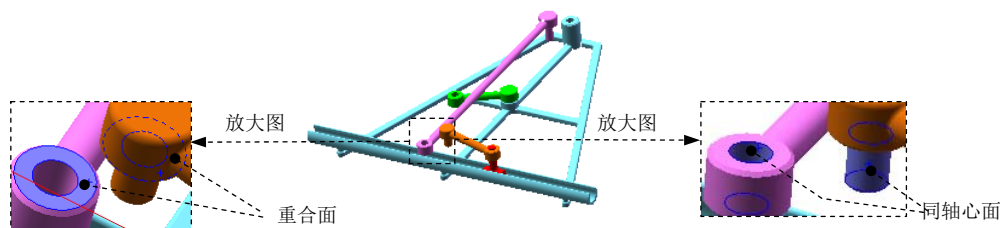
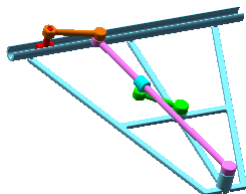

图 9.10.13 定义配合
图 9.10.14 添加滑块零件
④ 添加“同轴心”配合。单击 **标准配合(A)** 区域中的 按钮，选取图 9.10.13 所示的两个面为同轴心面，再选择“配合对齐”的“同向对齐”按钮 ，单击对话框中的 按钮。
⑤ 添加“重合”配合。单击 **标准配合(A)** 区域中的 按钮，选取图 9.10.13 所示的两个面为重合面，单击快捷工具条中的 按钮。
⑥ 单击“配合”对话框中的 按钮，完成零件的定位。
Step7. 添加图 9.10.14 所示的滑块并定位。选择下拉菜单 **插入(I)** → **零部件(Q)** → **现有零件/装配体(E)...** 命令，系统弹出“插入零部件”对话框，单击“插入零部件”